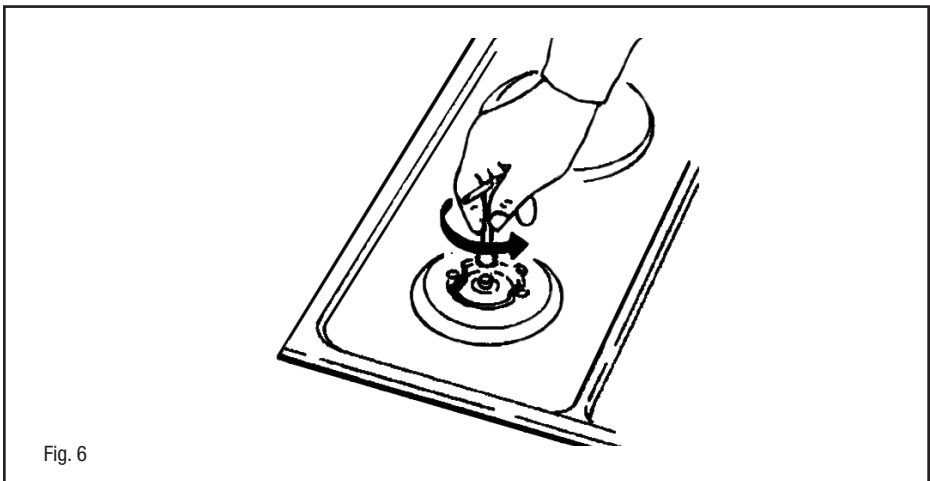

Fig. 6
(Fig. 6) Si l'appareil prévoit un type de gaz différent de celui d'alimentation disponible, on doit procéder:
- à la substitution des injecteurs (Fig. 6) avec ceux correspondants au type de gaz qu'il faut utiliser (voir tableau "Caractéristiques injecteurs").